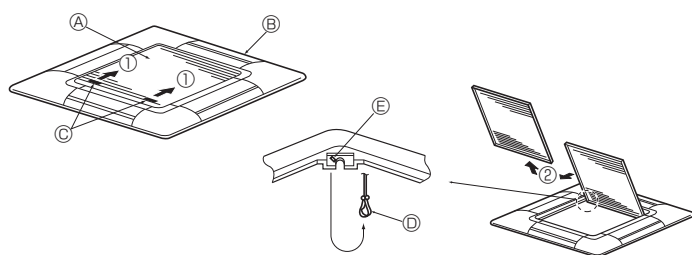
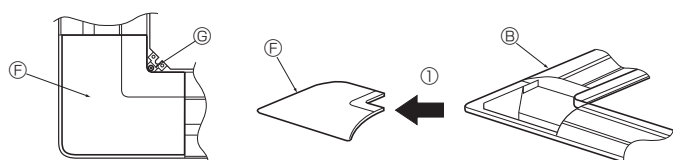

Fig. 8-3
Fig. 8-4
8.2.1. Удаление воздухозаборной решетки (Fig. 8-3)
- Сдвиньте рычаги в направлении, обозначенном стрелкой ①, чтобы открыть воздухозаборную решетку.
- Пока воздухозаборная решетка находится в "открытом" положении, удалите стержень воздухозаборной решетки с вентиляционной решетки в направлении стрелки ②.
8.2.2. Удаление угловой панели (Fig. 8-4)
- Удалите винт из угла угловой панели. Для удаления угловой панели сдвиньте угловую панель в направлении стрелки ①.